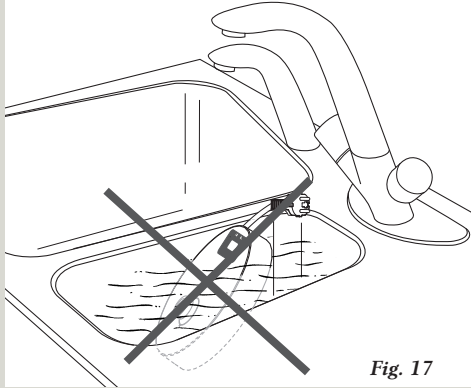

Fig. 17
- Não mergulhe a base de alimentação em água. (fig. 17)